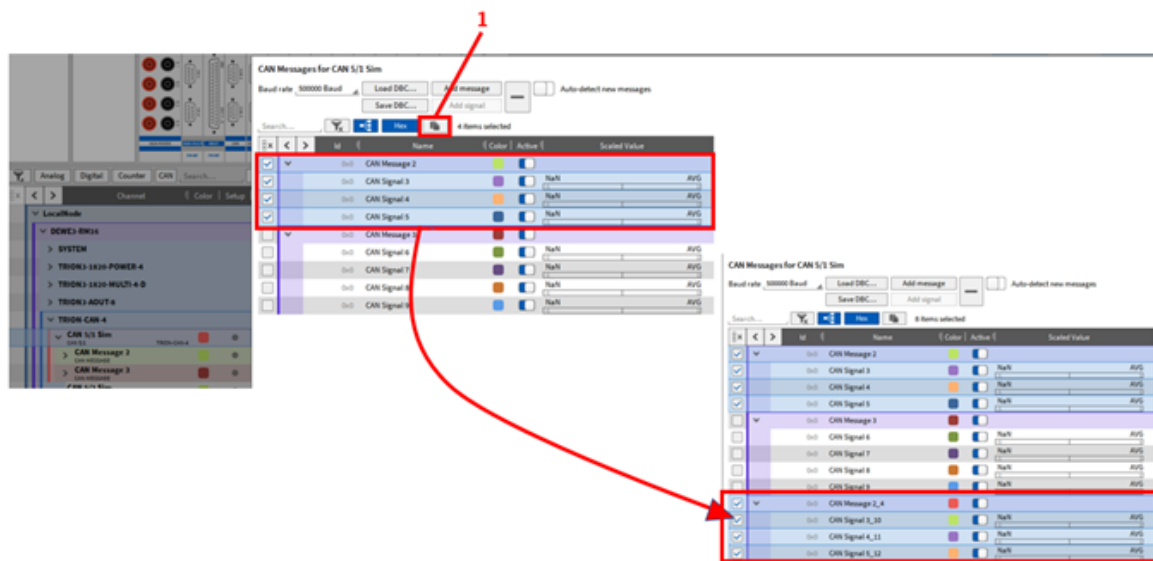

Abb. 4.54: CAN Nachrichten und Signaleinstellungen 2
- Durch Drücken des Buttons „1“ (siehe Abb. 4.54), werden die markierten CAN Nachrichten und Signale kopiert und inklusive der Einstellungen, der Liste der bestehenden CAN Nachrichten und Signalen hinzugefügt.